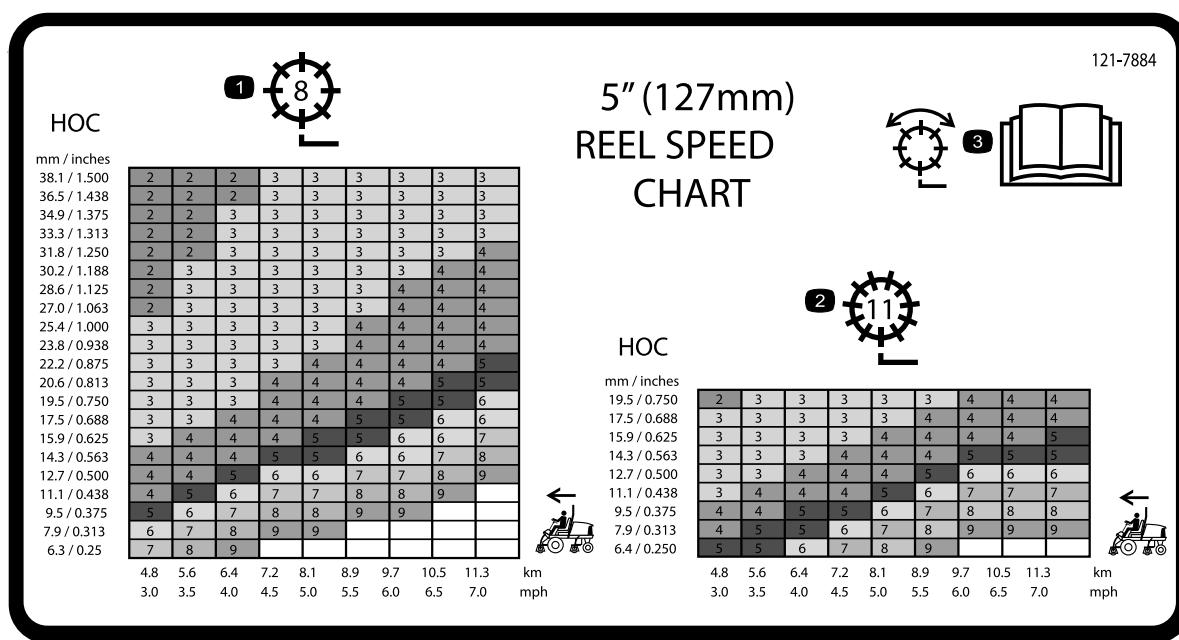

Bild 31
- Lesen Sie die richtige Spindelgeschwindigkeit auf dem Schild mit der Spindelgeschwindigkeitstabelle ab (Bild 31).